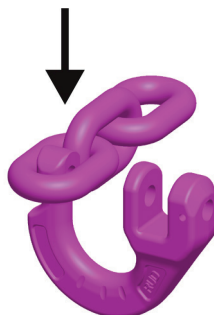

Fig. 9 : Insérer la chaîne dans la moitié du maillon d'assemblage
1. Passez le dernier maillon de la chaîne VIP dans la moitié du maillon d'assemblage (fig 9). Dans ce cas un maillon d'assemblage supplémentaire n'est pas nécessaire :